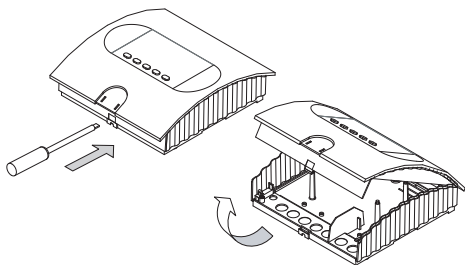

Рис. 1
1. Снимите крышку силового блока. Для этого плоской отверткой вдавите внутрь крепежный выступ и поднимите верхнюю часть корпуса, повернув ее (рис. 1).